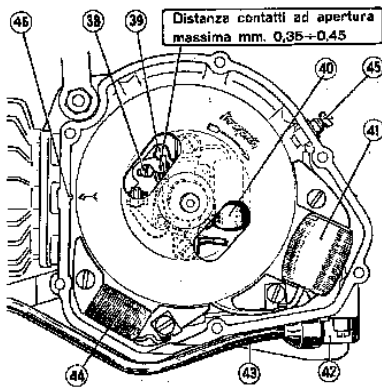

Fig. 8. Volano - magnete
(« *puntine* ») che la finestratura del volano consente di verificare, pulire, registrare (fig. 8).
Per la corrente - luce, 6 Volt - 5 Watt, per faro a fanalino posteriore, è disposto il morsetto di presa 45 (fig. 8).
Smontare il coperchio del magnete - volano e controllare l'apertura dei contatti del ruttore (*fig. 8*).
- Verificare lo stato del cavo d'accensione (43, *fig. 8*) provvedendo a sostituirlo se è screpolato o sbucciato. Verificare parimenti le condizioni della presa di corrente alta tensione (42).